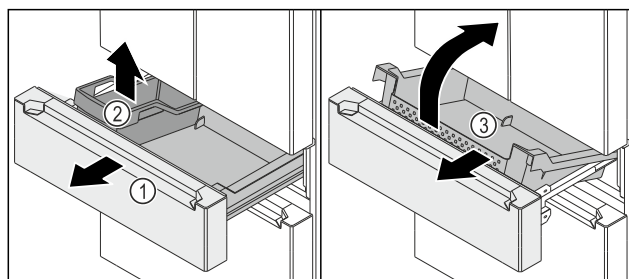

Fig. 148
- ▶ Izvlecite izvlečni voziček Fig. 148 (1) do omejevala.
- ▶ Odstranite FlexBox Fig. 148 (2).
- ▶ Dvignite posodo Fig. 148 (3) spredaj.
- ▶ Posodo Fig. 148 (3) vzemite diagonalno ven v smeri naprej.